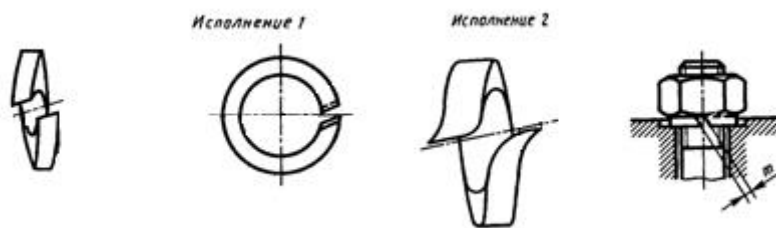

Рис. 144. Шайбы пружинные
**Пружинные шайбы** представляют собой виток винтового выступа левого направления (рис. 144), служат для предохранения резьбовых соединений от самоотвинчивания во время эксплуатации. Пружинная шайба имеет разрез и при закручивании гайки шайба упирается в торец гайки и опорную поверхность детали, тем самым задерживая обратное вращение гайки или болта. Кроме того, пружинная шайба обеспечивает постоянное натяжение между витками резьбы болта и гайки и этим самым способствует задержке обратного поворота гайки.